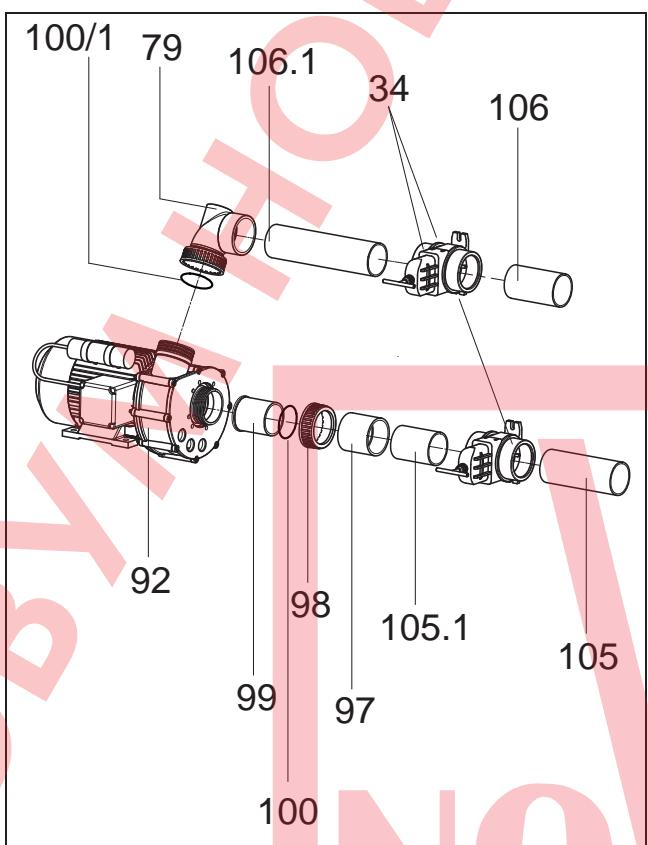

Рис. 14
13. Подсоедините всасывающий патрубок насоса (92) к всасывающей трубе (105.1) при помощи переходника (97) и резьбового соединения (98,99), а со стороны напора – с напорной трубой (106.1) при помощи специального углового переходника (79) (Рис. 14).